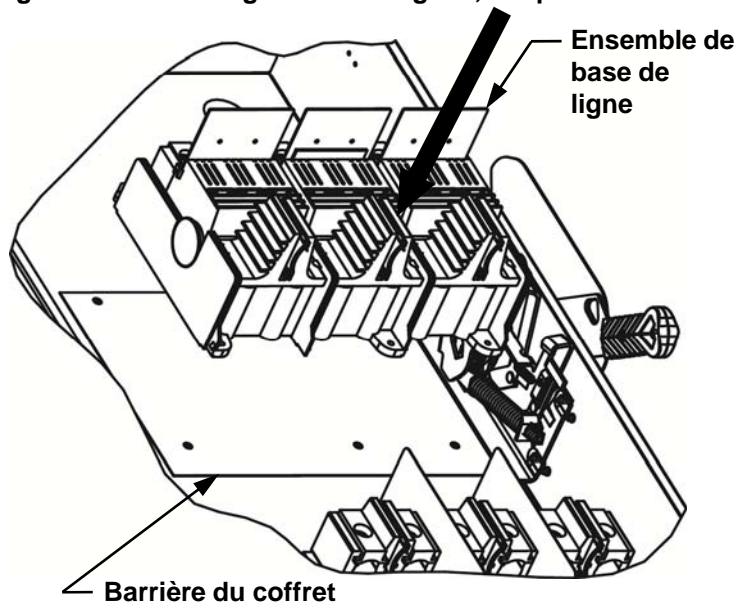

Fig. 10
6. Placer le nouvel ensemble de base de ligne dans le coffret, tel qu'illustré à la Fig 10.